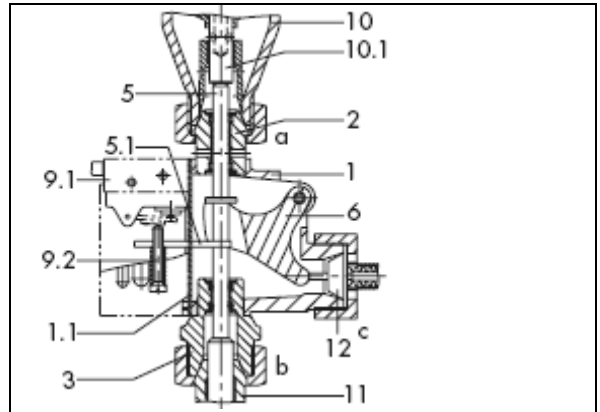

Рис. 3 – двойной адаптер Do1
**Принцип действия** (рис. 3 и 4)